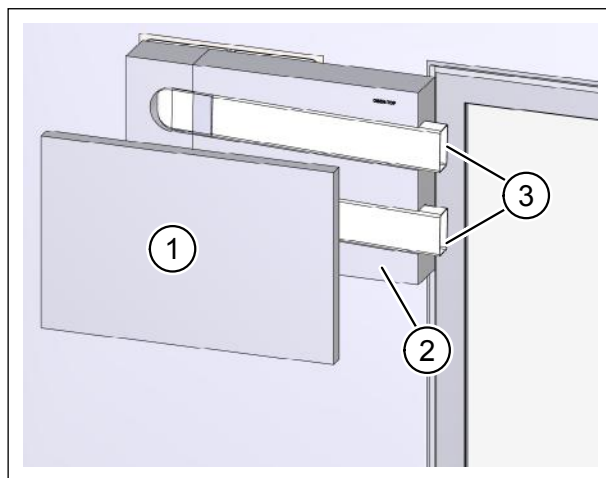

Abb. 24: Dämmplatte aufsetzen und Außenwand verputzen
- ▶ Bringen Sie auf einer Seite der Dämmplatte (Pos. 1 in Abb. 24) Klebepunkte an und kleben Sie die Dämmplatte bündig auf das Montageset Fensterlaibung auf (Pos. 2 in Abb. 24).
- ▶ Verschließen Sie die Öffnungen (Pos. 3 in Abb. 24) der Flachkanäle mit Klebeband, damit diese durch weitere Arbeitsschritte nicht verschmutzt werden.